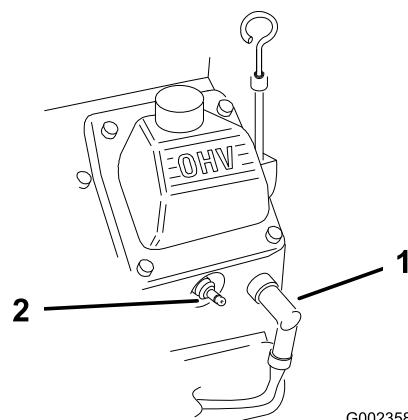

Figura 29
2. Desconecte los cables de las bujías (Figura 29).